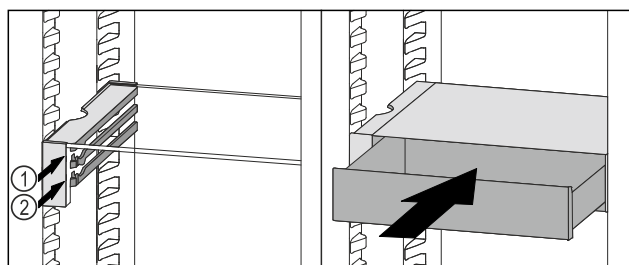

Fig. 85
- ▶ 将 VarioSafe 抽屉放置在所需肋梁 Fig. 85 (1) 或 Fig. 85 (2) 上的止动器后面。